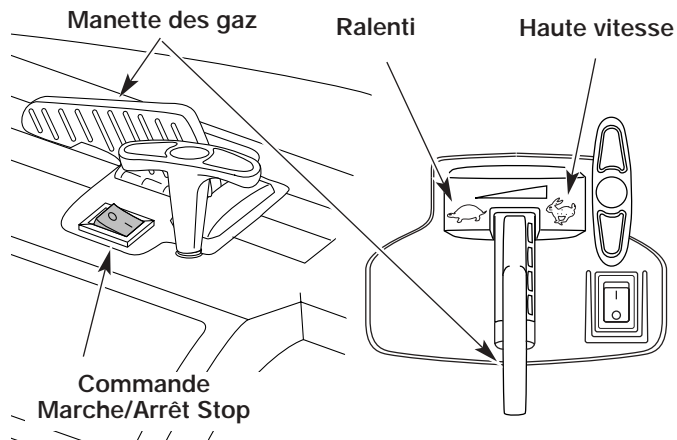
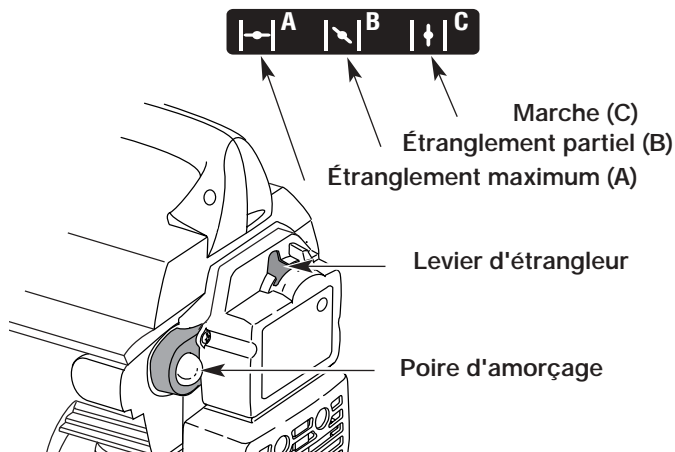
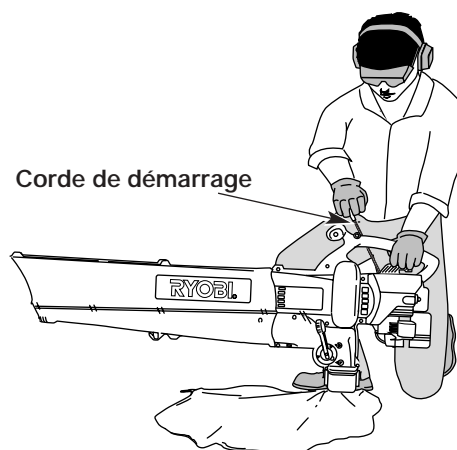

Fig. 9
Fig. 10
Fig. 11
NOTE : La commande Marche/Arrêt Stop est temporaire et est toujours en position **MARCHE (I)** (Fig. 9).
3. Enfoncez complètement puis relâchez lentement la poire d'amorçage 5 à 7 fois. Vous devriez sentir et voir du carburant dans la poire (Fig. 10). S'il n'y a pas de carburant dans la poire, appuyez trois fois ou plus ou jusqu'à ce qu'il y pénètre.
4. Mettez le levier d'étrangleur en position d'étranglement **MAXIMUM (A |←|)** (Fig. 10).
5. L'appareil étant posé au sol (Fig. 11), mettez la manette des gaz en position de haute vitesse () (Fig. 9).
6. Tirez rapidement sur la corde de démarrage (Fig. 11). Continuez de tirer jusqu'à ce que le moteur semble vouloir démarrer (après 2 à 5 coups).
7. Mettez le levier d'étrangleur en position d'étranglement **PARTIEL (B |↖|)** (Fig. 10).
8. Tirez brusquement sur la corde de démarrage 1 à 3 fois pour démarrer le moteur (Fig. 11).
10. Laissez le moteur se réchauffer pendant 5 à 10 secondes. Mettez le levier d'étrangleur en position **MARCHE (C |↑|)** (Fig. 10).
NOTE : Si le moteur se noie durant le démarrage, placez le levier d'étrangleur en position **MARCHE** (C |↑|). Mettez la manette des gaz en position de haute vitesse (☛) (Fig 9). Tirez rapidement sur la corde de démarrage. Le moteur devrait démarrer après 3 à 8 coups.
NOTE: Il n'est pas nécessaire d'utiliser l'étrangleur pour démarrer un moteur chaud. Mettez la manette des gaz en position de haute vitesse (☛) (Fig 9), puis démarrez l'appareil en position d'étranglement **PARTIEL** (B |↘|) (Fig. 10).
1. Mettez la manette des gaz en position de ralenti (☞) (Fig. 9). Laissez le moteur se refroidir au ralenti pendant 10 à 15 secondes.
2. Appuyez sur la commande Marche/Arrêt Stop et maintenez-la en position **ARRÊT** (O) jusqu'à ce que le moteur s'arrête complètement (Fig. 9).
1. Appuyez sur la commande Marche/Arrêt Stop et maintenez-la en position **ARRÊT (O)** jusqu'à ce que le moteur s'arrête complètement (Fig. 9).